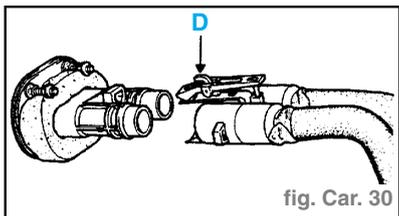

fig. Car. 30
- À l'aide d'un tournevis, appuyer en (D) et tirer fortement vers l'arrière les deux durits pour les désaccoupler du radiateur (fig. Car. 30).